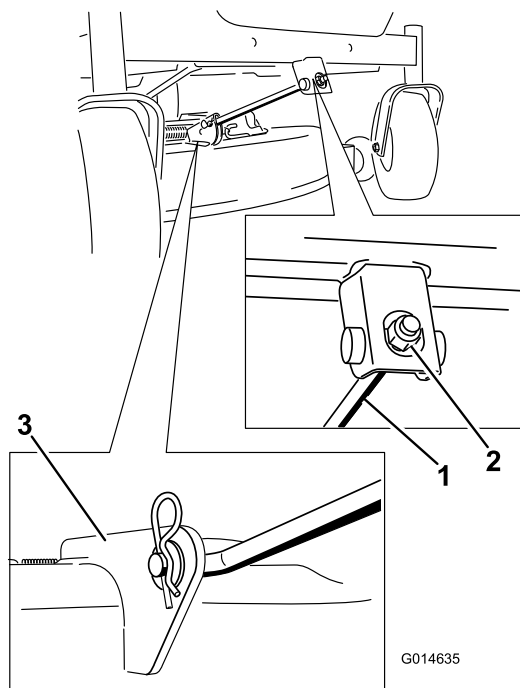

Figure 56
4. Retirez la goupille fendue de la tige de support avant et déposez la tige du support de tablier (Figure 56).
6. Fixez la tige de support avant au tablier de coupe à l'aide de l'axe de chape et de la goupille fendue (Figure 56).